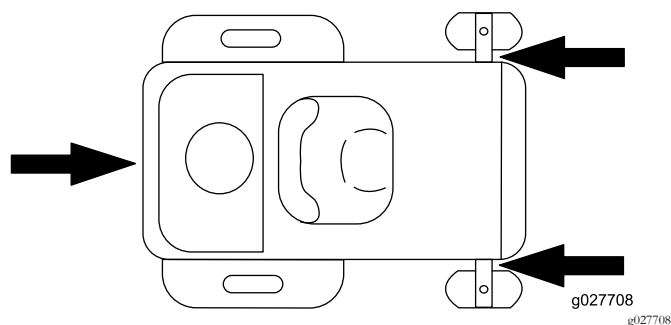

Figura 31
5. Prenda a máquina perto das rodas giratórias frontais e pára-choques traseiro (Figura 31).